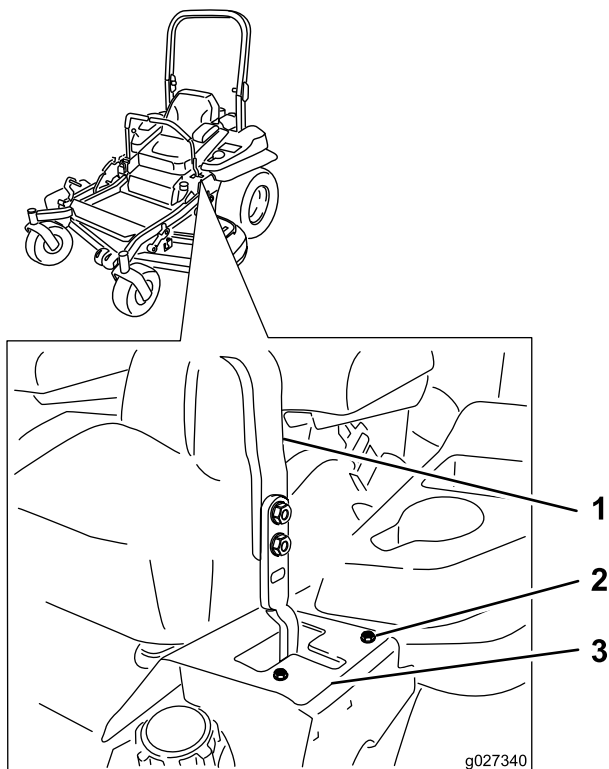

Figure 59
6. Si la machine se déporte à droite, desserrez les boulons et déplacez la plaque de butée gauche en arrière sur la fente en T gauche, jusqu'à ce qu'elle se déplace en ligne droite (**Figure 59**).
7. Si la machine se déporte à gauche, desserrez les boulons et déplacez la plaque de butée droite en arrière sur la fente en T droite, jusqu'à ce qu'elle se déplace en ligne droite (**Figure 59**).
8. Serrez les boulons de la plaque (**Figure 59**).